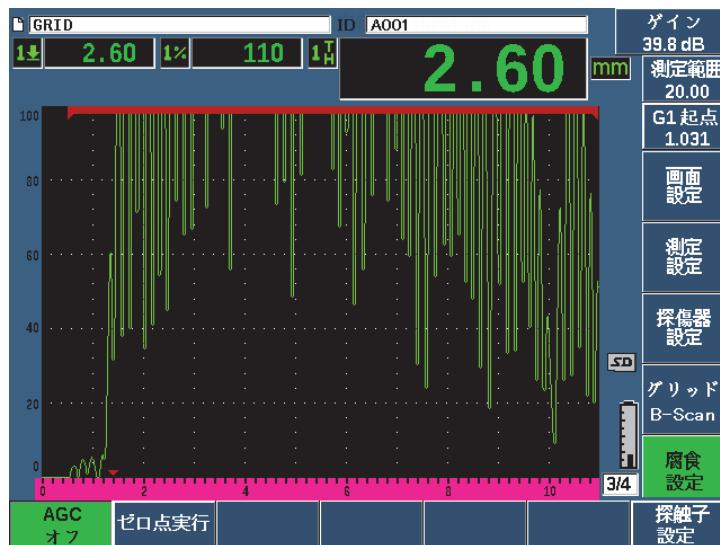

図 11-40 オフに設定された腐食検査用モジュール AGC
2. ノブまたは矢印キーで、AGC をオフに設定します (298 ページの図 11-40 参照)。
3. ゲインを押し、パラメータキー (P1-P7) を押し、ゲインレンジを設定します。そしてノブまたは矢印キーでゲイン値を調整します (298 ページの図 11-40 参照)。